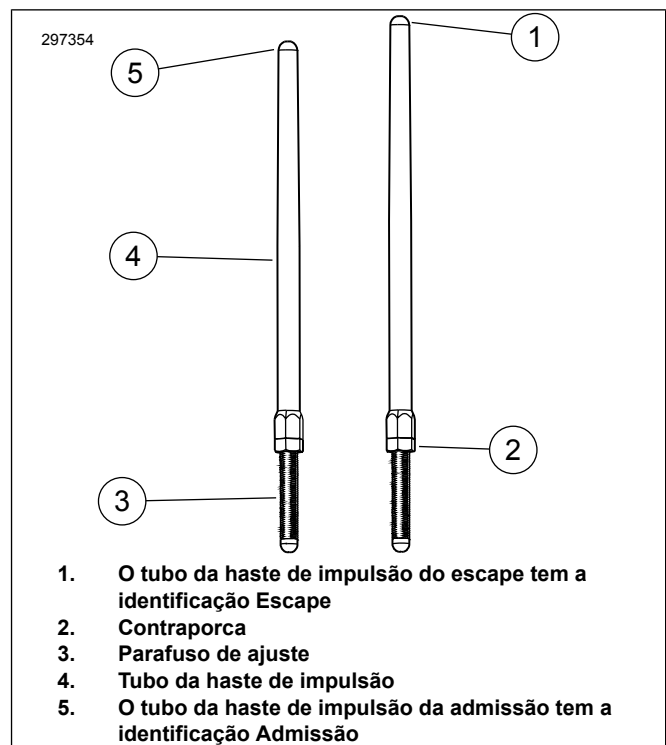

Figura 3. Haste de impulsão ajustável
6. Ver a Figura 3. Desaperte a contraporca em todas as hastes de impulsão e ajuste-as no comprimento mais curto.